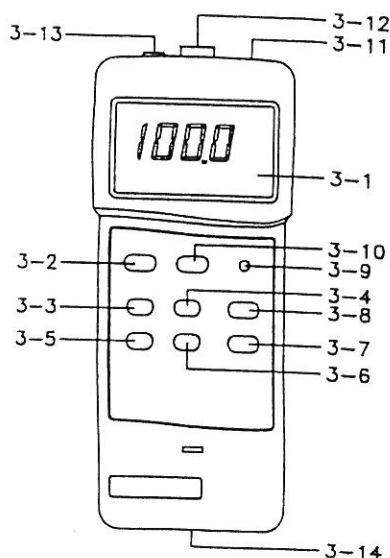

Fig. 1
3. Selezionate con lo switch ( fig.1, n° 5) il tipo di sensore
4. Selezionate l'unità di misura C°/F° ( Fig. 1, n° 10)
5. Selezionate la risoluzione 0.01° o 0.1° con lo switch (Fig.1, n° 8)
- \* la registrazione dati mostra le letture massime e minime. Per iniziare questa funzione premete il pulsante registrazione ( Fig 1, n° 3) una volta, il simbolo "RECORD" apparirà sul display
- a) premete lo switch richiamo ( Fig.1, n° 4) una volta, il simbolo "MAX" apparirà sul display con il valore massimo registrato
- a) mettete la spina di una termocoppia di tipo K nella presa e regolate lo switch sul tipo K ( Cfr. Fig.1 , n°5). Lo strumento misurerà la temperatura dell'ambiente
- b) premete contemporaneamente i pulsanti "REL" (Fig.1, n°6) e "selezione sensore" (Fig.1, n°5) finché sul lato destro del display non compare la lettera "A". Usate un cacciavite per regolare lo strumento (Fig.1, n°9) finché sul display non appare la stessa lettura della temperatura esatta dell'ambiente. Rilasciate i due pulsanti, la funzione dello strumento tornerà normale.